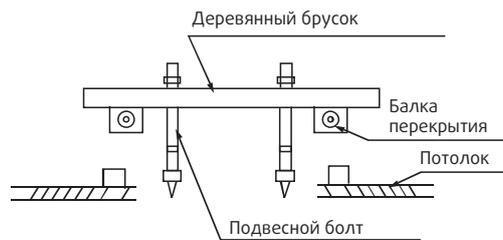

рис. 5-2
**Деревянная конструкция:** Расположите деревянный брусок над балками перекрытия, затем закрепите подвесные болты (рис. 5-2).